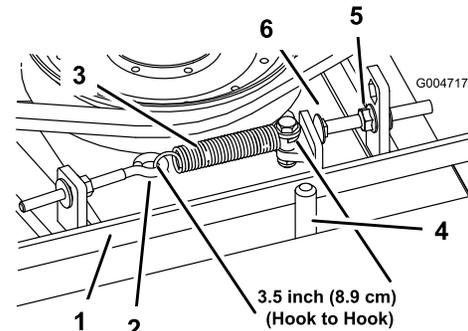

Figura 63
Cuando está correctamente tensado, la longitud del muelle de extensión (entre ganchos) debe ser de 8,9 cm \pm 6 mm aproximadamente (medida interior). Una vez que haya obtenido la tensión correcta del muelle, ajuste el perno de tope (perno de cuello cuadrado) hasta que quede aproximadamente 3 +1,5/0,0 mm de holgura entre la cabeza del perno y el brazo tensor (Figura 63).
Nota: Asegúrese de que la correa está colocada en el lado del muelle de la guía de la correa (Figura 63).
2. Afloje el perno de ojal para poder retirar el muelle de extensión (Figura 63).
3. Afloje la tuerca con arandela prensada que fija el perno de tope a la pletina de montaje. Desenrosque la tuerca lo suficiente para permitir que el brazo tensor pase por el perno de tope (Figura 63). Aleje la polea tensora de la correa para aliviar la tensión de la correa.
8. Vuelva a conectar el muelle de extensión (Figura 63) al perno de ojal y tense la correa de la siguiente manera: